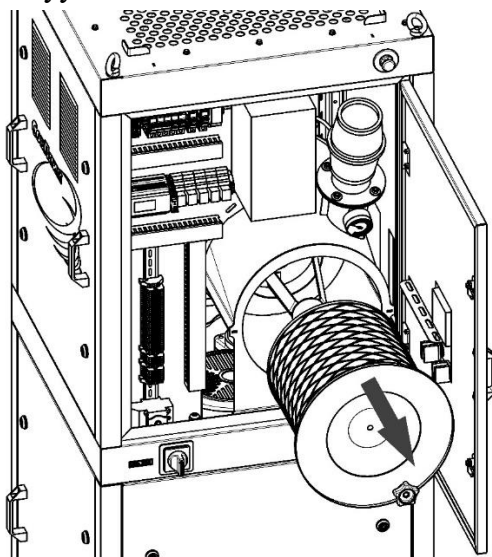

Рисунок 26
6.8.2 Для замены защитного картриджа вакуумного блока необходимо (рисунок 26):